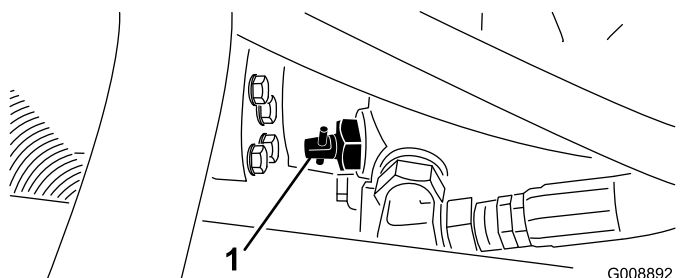

Figura 32
1. Localize a válvula de derivação na bomba (Figura 32) e rode-a 90°.